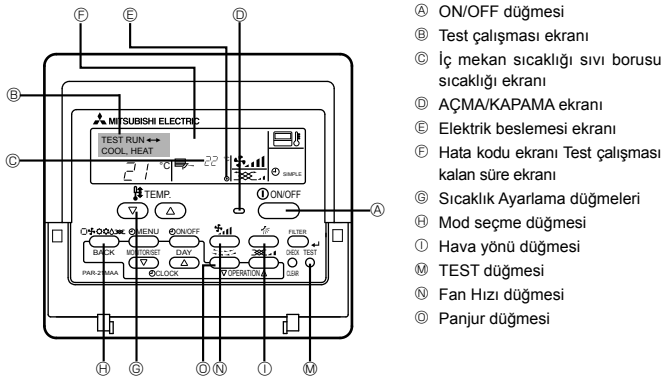

Fig. 6-1
6. Çalışma testi (Fig. 6-1)
Kablolu uzaktan kumanda kullanarak (Fig. 6-1)